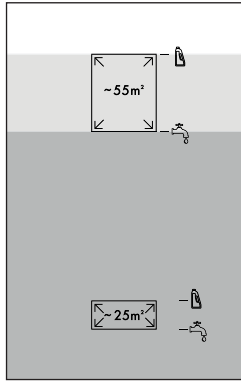

Abb. 9
- ◆ Füllen Sie für große Flächen  (bis zu 55 m2) Leitungswasser oder destilliertes Wasser bis zur dritten Füllstand-Markierung  in den Frischwasserbehälter **11** (siehe Abb. 9).
- ◆ Füllen Sie für große Flächen  (bis zu 55 m2) Reinigungsmittel bis zur vierten Füllstand-Markierung  in den Frischwasserbehälter **11** (siehe Abb. 9).